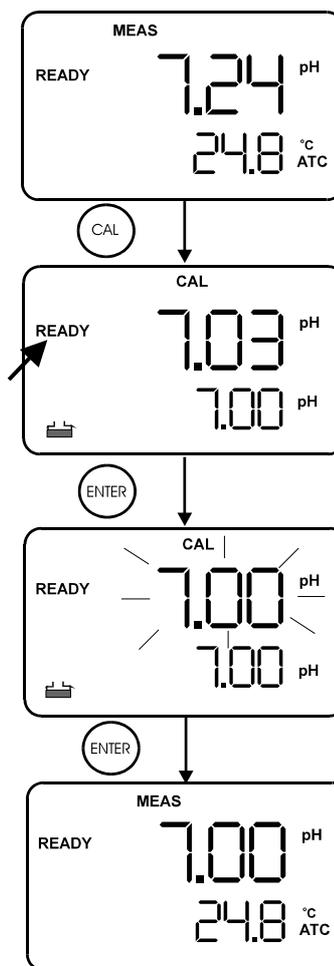

图 1: 一点校正
10. 如果你想要一点校准, 按 **CAL/MEAS** 键回到测量模式开始测量读取读数(见图1)。